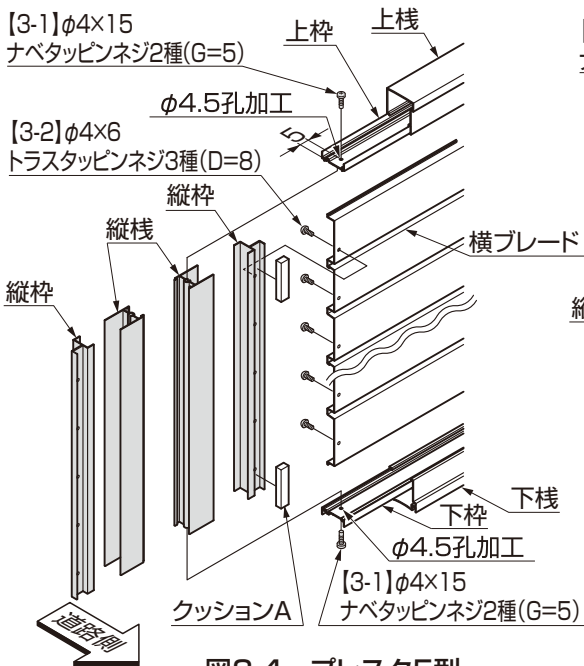
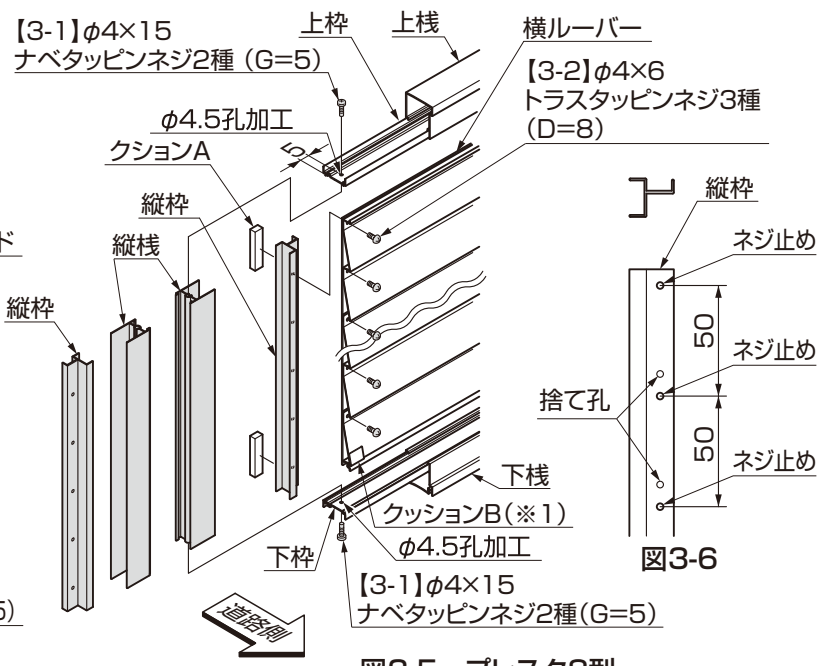

図3-4 プレスタ5型
図3-5 プレスタ8型
- ②上・下柵を左右にスライドし、上・下柵に図3-4、図3-5を参照してφ4.5の孔をあけてください。
- ③縦柵にクッションAを取付けてください。
- ④縦柵を【3-1】で上・下柵に取付けてください。